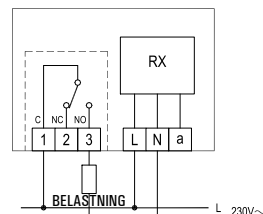

Fig. 7
- 6 Forbind de elektriske forbindelser i overensstemmelse med det mest hensigtsmæssige ledningsdiagram (se fig. 7 - 8 - 9 og afsnittet "elektriske forbindelser").
Antal automatiske cyklusser	100000 (diagrammer i Fig. 7, 8, 9)